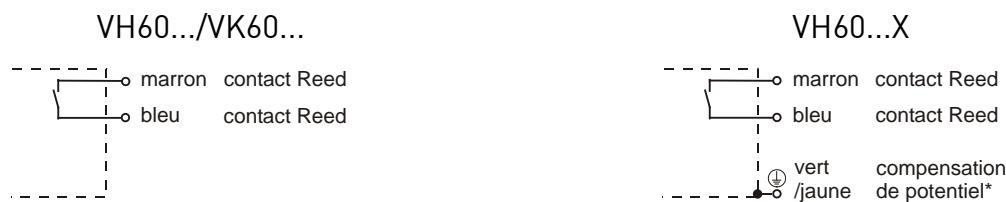

Fig. 13
- ↳ Connecter le câble de connexion selon le schéma des connexions (→ Fig. 13) :